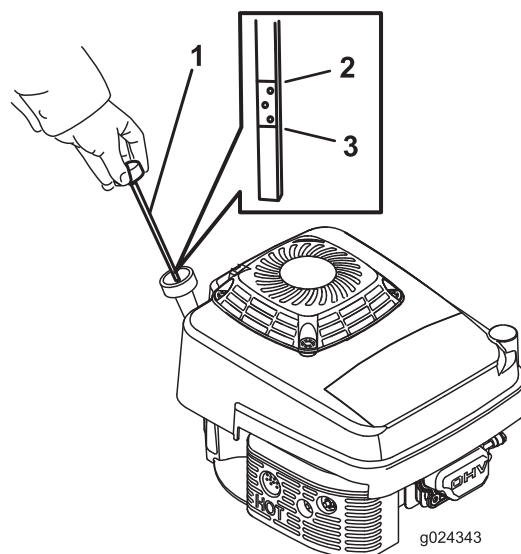

Figura 8
Antes de cada uso, compruebe que el nivel de aceite está entre las marcas Add (Añadir) y Full (Lleno) de la varilla (Figura 8).
2. Limpie alrededor de la varilla (Figura 8).